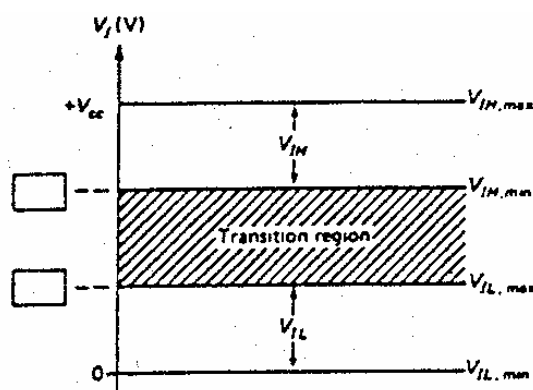

Figura 2-1. Níveis de tensão de entrada TTL.
Como a saída de um inversor pode ser usada como entrada de outro inversor, ou quaisquer outros circuitos lógicos TTL, devem ser colocados limites aos níveis de tensão de entrada para assegurar que todos os circuitos lógicos TTL são compatíveis entre si. Os níveis de tensão aceitáveis à entrada são indicados na figura 2-1.
**2.1** Preencha os quadrados em branco da Figura 2-1 com os valores indicados nas folhas de dados.
Por forma a que uma tensão de entrada de um inversor seja como nível lógico 1, esta deve estar dentro da banda designada  $V_{IH}$  na figura 2-1. Analogamente, para que uma tensão de entrada num inversor seja reconhecida como nível lógico 0, deverá estar dentro da banda designada por  $V_{IL}$  na figura 2-1. Se a tensão de entrada se encontra numa destas duas bandas, o fabricante garante que a operação lógica indicada na tabela de verdade será efectuada; caso contrário, o integrado deverá ser considerado defeituoso.